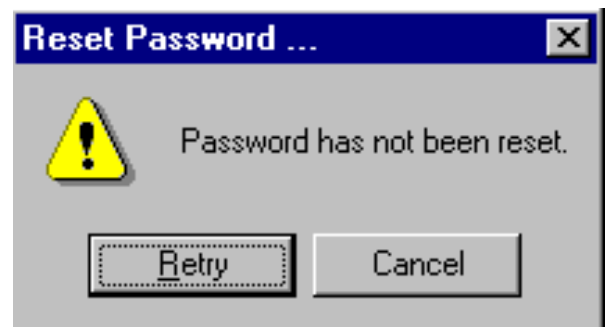

Fig. 13.43
4. Si la contraseña no se reajusta con éxito, el sistema visualizará la casilla de advertencia que se muestra en la Fig. 13.43. Corrija el problema y vuelva a intentar cambiar la contraseña o cancele la operación.